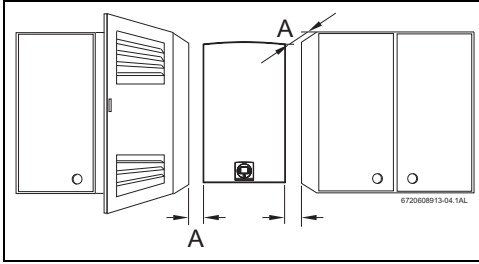

Fig. 19 Distancias mínimas
- ▶ Respetar las medidas mínimas de instalación indicadas en la Fig. 19.
- ▶ Asegurar un buen acceso para los trabajos de mantenimiento, respetando las distancias mínimas indicadas en la Fig. 19 .